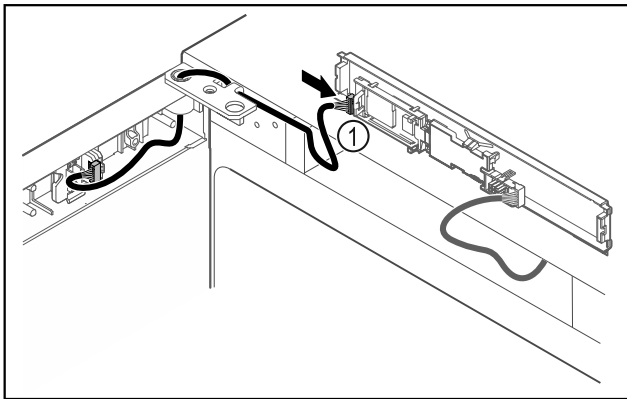

Fig. 47
- ▶ Dugja be a dugót *Fig. 47 (1)* a NYÁK-on.